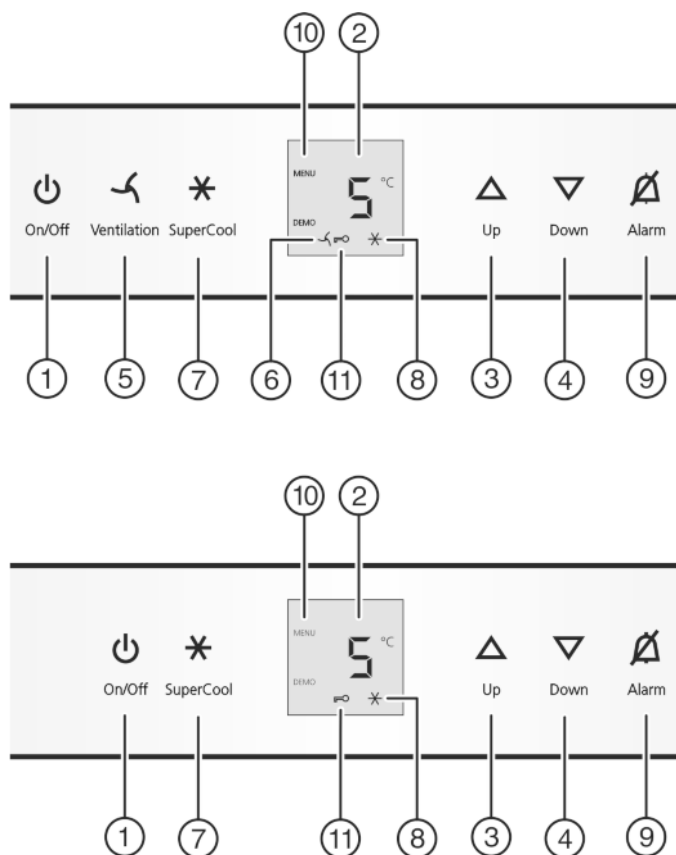

Fig. 2
- ▶ Appuyer sur la touche On/Off Fig. 2 (1).
- ▶ Activer le mode de réglage : appuyer env. 5 sec. sur la touche SuperCool Fig. 2 (7).
- ▶ Pour confirmer, appuyer brièvement sur la touche SuperCool Fig. 2 (7).
- ▶ appuyer brièvement sur la touche SuperCool Fig. 2 (7) pour activer la sécurité enfants.
- ▷ Le symbole Sécurité enfants Fig. 2 (11) est allumé. L'affichage **c** clignote.
- ▶ appuyer brièvement sur la touche SuperCool Fig. 2 (7) pour désactiver la sécurité enfants.
▷ Le symbole Sécurité enfants Fig. 2 (11) s'éteint. L'affichage **c** clignote.
- ▶ Désactiver le mode de réglage : appuyer sur la touche On/Off Fig. 2 (1).
- ▶ Appuyer sur la touche Alarme Fig. 2 (9).
- ▶ Augmenter la température : appuyer sur la touche de réglage Up Fig. 2 (3).
- ▶ Diminuer la température : appuyer sur la touche de réglage Down Fig. 2 (4).
- ▶ Appuyer brièvement sur la touche SuperCool Fig. 2 (7).
- ▷ Le symbole SuperCool Fig. 2 (8) s'allume dans l'affichage.
- ▷ Le symbole SuperCool Fig. 2 (8) s'éteint dans l'affichage.